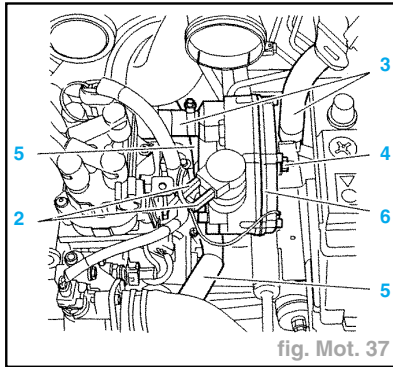

fig. Mot. 37
- Déconnecter les connecteurs (2) (repérer les polarités) (fig. Mot. 37).
- Désaccoupler les durites (3).
- Déposer l'écrou (4).
- Désaccoupler les durits (5).
- Déposer (fig. Mot. 37 bis) :
- les deux entretoises (1),
- la tôle déflexrice (2).
fig. Mot. 37 bis